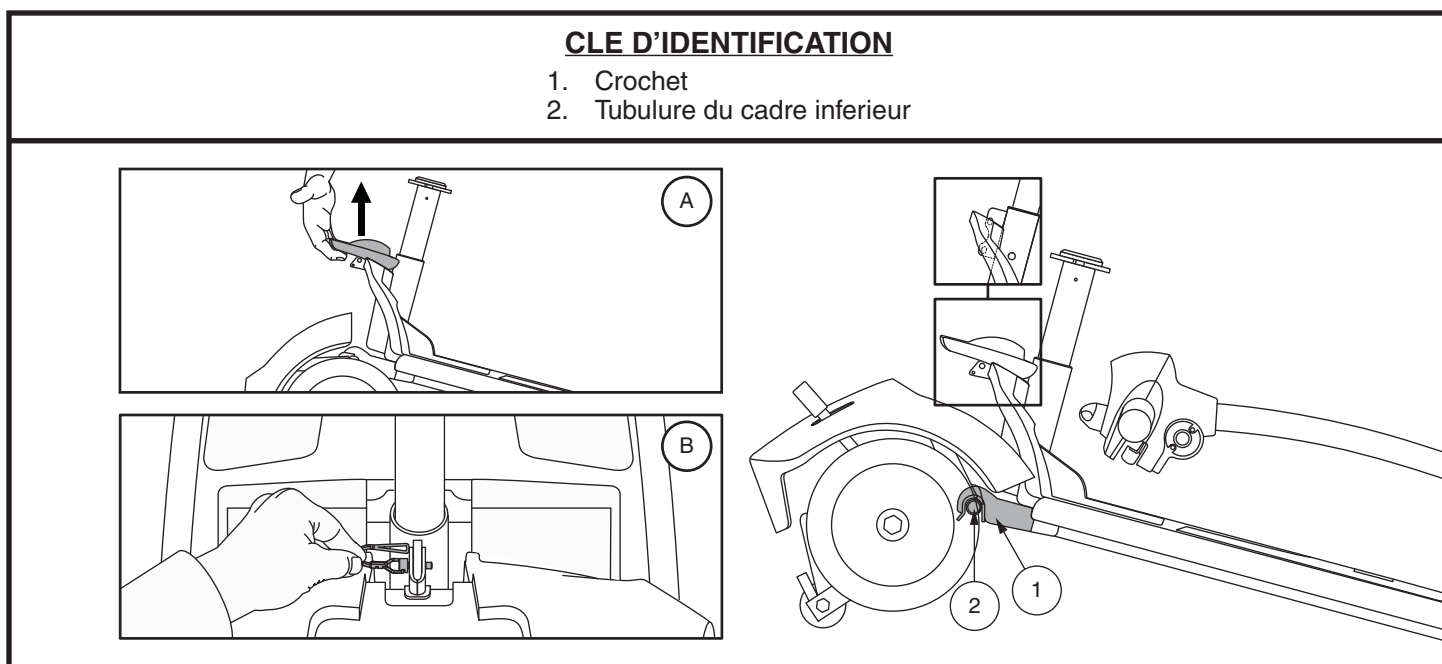

Figure 32. Levier de blocage du cadre (Style A) et Libérez la goupille de verrouillage de blocage du châssis (Style B)
4. Séparez doucement les sections du Travel Scooter. **Voir la figure 32.**
NOTE: Avant de débiter l'assemblage, basculez légèrement la section arrière du Travel Scooter vers ses rolettes antibascule tel que montré dans la figure 32.
1. Soulevez la section avant par le levier de blocage (ou le mât du siège sur les modèles 36, 83, et 84) et alignez les crochets avec la tubulure de la section arrière. **Voir la figure 32.**
2. Une fois que les crochets du châssis sont sur le tube inférieur du châssis, abaissez la section inférieure avant et faites pivoter la section arrière simultanément. Ceci engagera le verrouillage du châssis automatiquement pour les modèles 39, 40LX, 40X, 44X, 40E, 44E, 44LX, 49, 50LX, 54LX, 53, 53HD, 54, 54HD, 66, 67, 73, 74, et Jazzy ZTS. Pour les modèles 36, 83, et 84, vous aurez besoin de réinstaller la goupille de verrouillage du châssis pour terminer l'assemblage du corps. **Voir la figure 32.**